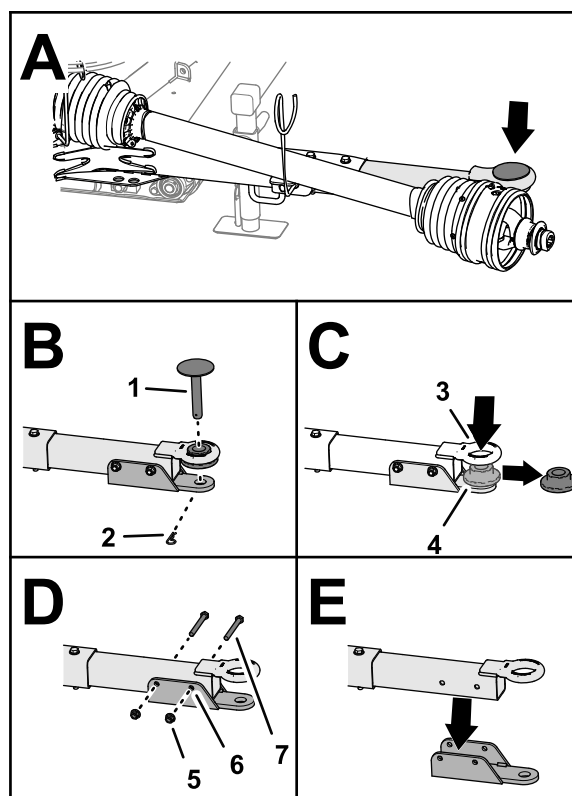

Figura 7
1. Retire o perno de gancho que prende o pino de engate à barra de reboque e retire o pino de engate (Figura 7).
2. Retire o casquilho da flange do olho do pintle (Figura 7).
3. Retire as 2 porcas de bloqueio flangeadas e os 2 parafusos que prendem o suporte do passador de forquilha à barra de reboque e retire o suporte do passador de forquilha (Figura 7).